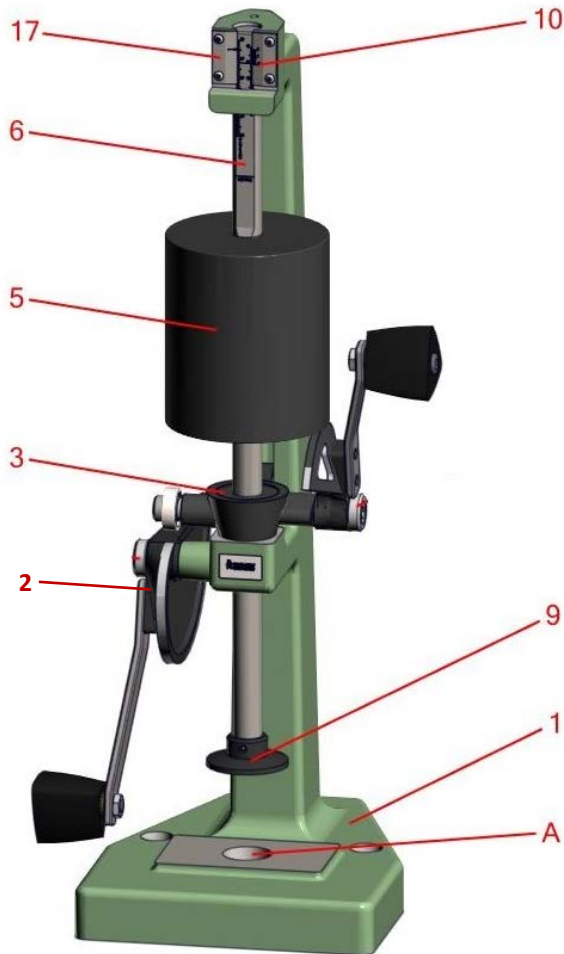

Abb. 1: Rammapparat - Hauptelemente
Der Rammapparat (Abb. 1) besteht aus dem Gestell (Pos. 1), Hauptexzenterkrabel (Pos. 4) und Hilfsexzenterkurbel (Pos. 2) aus hochfestem Gusseisen. Alle anderen Bauteile sind aus gehärtetem Stahl mit Rostschutzbeschichtung zum Schutz in dem korrosiven Laborumfeld.
2. Beim Aufstellen ist darauf zu achten, dass Fundament und oberer Flansch waagrecht zueinander liegen. jegliche Neigung überträgt sich auf das Gestell, das Gerät und dessen Rammstempel (Abb.1, Pos. 6). Mittels Unterlegscheiben Höhe ausgleichen bzw. waagrecht ausrichten und mittels Ankerschrauben Fundamentplatte fest mit dem Boden verbinden.
5. Rammstempel schmieren (Abb. 1, Pos. 6). Schmiermittel: Leichtöl (SAE 10). Überschüssiges Öl mittels saugfähigen Tuchs aufnehmen. Der Rammstempel sollte so geschmiert sein, dass alle beweglichen Teile leicht gleiten können. Sicherstellen, dass der Rammapparat immer im vorgeschriebenen Zustand ist.
6. Hauptexzenterkurbel (Abb. 1, Pos. 4) niemals ohne gefülltem Prüfkörperrohr betätigen. Sicherstellen, dass der Rammstempel mit dem Fallkörper (Abb. 1, Pos. 5) schlaglos aufsetzt bzw. entstehende Schwingungen vom Rahmen bzw. Gestell (Abb. 1, Pos. 1) aufgefangen werden und der Aufbau sich nicht "verschiebt".
Der Rammapparat hat 4 Messskalen. 2 Messskalen sitzen am Rahmen, wobei eine der beiden Skalen sich auf einen 2 Zoll AFS-Normprüfkörper und die andere auf einen metrischen 50 mm Normprüfkörper bezieht. Die metrische Skala sitzt links (Abb. 1, Pos. 17). Die andere Vernier Skala (Prüfkörperhöhe) sitzt rechts (Abb. 1, Pos. 10). Die beiden anderen Skalen sitzen unmittelbar an der Rammstempelkante (Abb.1, Pos. 6) und erfassen die Verdichtung (links) und Prüfkörperhöhe (rechts).
5. Das Prüfkörperrohr mit Rammuntersatz vorsichtig zum Rammapparat (Abb. 1, Pos. A) führen und dort in die Aufnahme setzen.
6. Die Hilfsexzenterkurbel (Abb. 1, Pos. 2) langsam drehen, um den Rammstempel (Abb. 1, Pos. 6) zu senken und die Rammstempelunterseite (Abb. 1, Pos. 9) auf den Sand im Prüfkörperrohr vorsichtig aufzusetzen. Die Hauptexzenterkurbel (Abb.1, Pos. 4) betätigen und drei Rammschläge mit dem Fallkörper ausführen. 1 komplette Umdrehung entspricht einem Rammschlag bzw. Fallkörperbewegung.
7. Messwert von der Skala (2 Zoll oder 50 mm Teilstrich) links auf der Vernier Skala ablesen (Abb. 1. Pos. 17) und den entsprechenden Verdichtungswert links an der unteren Rammstempelkante (Abb.1, Pos. 6) ablesen.
- Die Hilfsexzenterkurbel (Abb. 1, Pos. 2) langsam drehen, um den Rammstempel (Abb. 1, Pos. 6) zu senken und die Rammstempelunterseite (Abb. 1, Pos. 9) auf den Sand im Prüfkörperrohr vorsichtig aufzusetzen. Hauptexzenterkurbel (Abb. 1, Pos. 4) langsam betätigen (drehen) und drei Rammschläge ausüben. (entspricht drei Exzenterkurbelumdrehungen).
3. Bevor die Hilfsexzenterkurbel (Abb.1, Pos. 2) gedreht wird, um den Rammstempelfuß (Abb.1, Pos. 9) - vom Prüfkörperrohr weg - hoch zu fahren, die Prüfkörperhöhe mit Hilfe der Vernier Skala für die Gewichtsbestimmung möglichst nah am 1/128" (0.1 mm) Teilstrich ablesen. Hierzu werden die zwei am nächsten zueinander liegende Teilstriche zwischen oberer rechten und unteren rechten Vernier Skala am Stempel übereinstimmend eingestellt. Siehe Darstellung. Teilstrichzahl schriftlich festhalten.